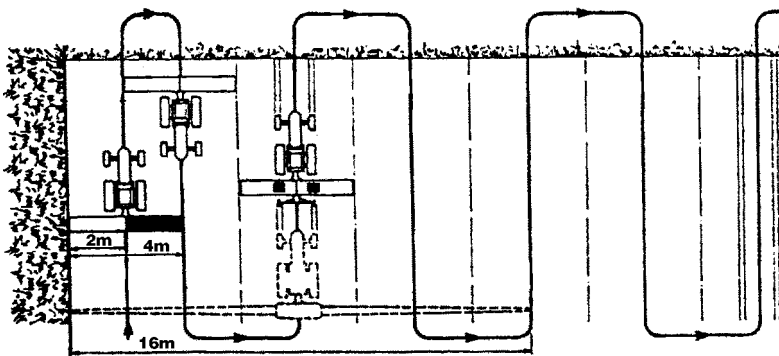

Fig. 29
b) De helft van de werkbreedte van de zaaimachine buiten werking zetten (fig. 29).